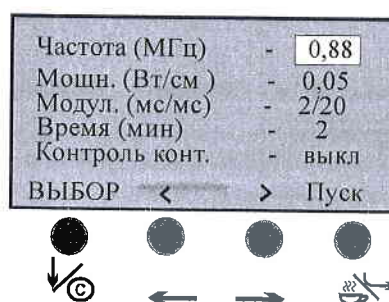

Рисунок 7 - Вид дисплея в режиме программирования
8.4. Нажмите на любую клавишу управления (Рис.1, поз.3) аппарат перейдет в режим программирования, при этом на дисплее отобразится список задаваемых параметров, а в нижней строке, функциональное назначение клавиш управления (Рис.7).